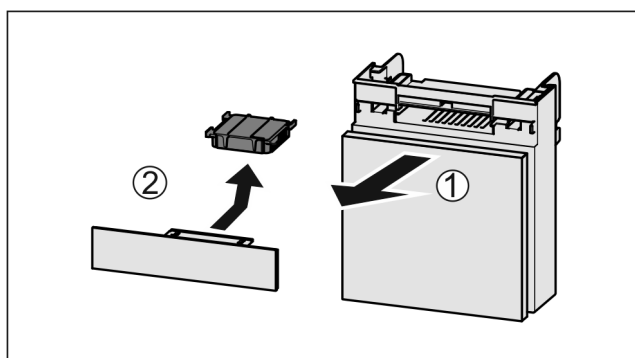

Fig. 128
- ▶ Tõmmake Fig. 128 (1) laegas ettepoole välja.
- ▶ Võtke Fig. 128 (2) aktiivsõefilter välja.